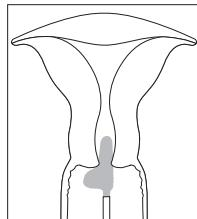

Fig. 1
- Den befllockten Tupfer beim Griff nehmen, dann nur die Spitze des Tupfers (den langen, L-förmigen Teil) ohne den breiteren Teil (den breiten, L-förmigen Teil) in den Zervixkanal einführen (siehe Fig. 1).